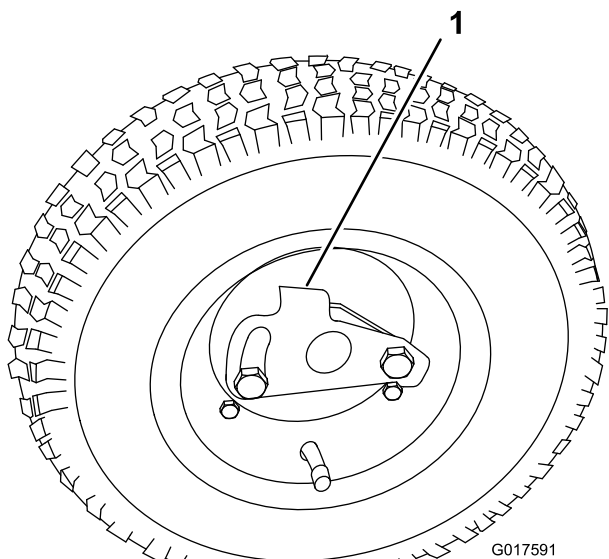

Figura 10
3. Gire o dispositivo de bloqueio da roda para fora do centro da roda permitindo que se afaste do eixo (**Figura 10**).